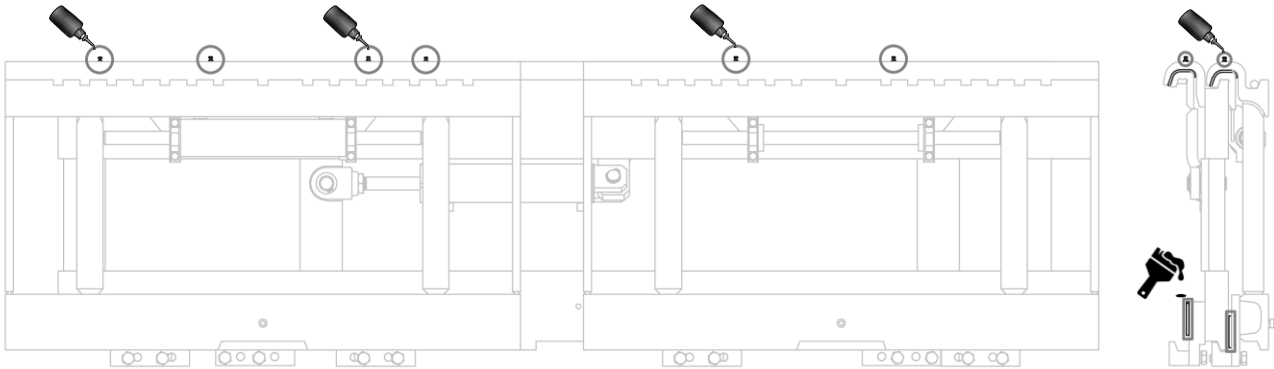

Figura 23
5. Limpiar y lubricar todas las piezas deslizantes (mira *Figura 23* y *Figura 24* a pag. 32).